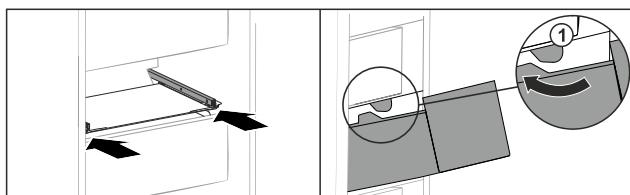

Fig. 156
- Prevedte zásuvku okolo zarážok Fig. 156 (1).